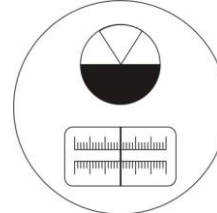

Fig.5
Entre o prisma incidente e o prisma de refração existe um espaço homogêneo e preciso, no qual é colocado o líquido testado. Quando um feixe de luz (luz do dia ou incandescente) entra no prisma incidente e passa pelo prisma de refração, um feixe de luz cujos ângulos fracionados são maiores que o ângulo crítico é produzido. Então o feixe refletirá no espelho reclinável e pelo grupo de prismas de dispersão, o qual consiste de um par de prismas Amici de igual dispersão, que tem a função de obter a dispersão variável para compensar o resultado da dispersão do prisma de refração em relação à diferença na substância sob teste. Com a objetiva telescópica, a linha clara / escura pode ser vista na superfície de medição, onde as linhas são divididas e podem ser observadas com o auxílio da ocular como mostra a fig. 5. A escala (11) é iluminada pela luz do dia através do condensador (12), que conecta a escala e o espelho reclinável. Então, a luz gira simultaneamente em volta do centro de graduação e os valores do índice de refração de diferentes posições serão vistos na superfície de medição, com o auxílio do espelho, da objetiva de leitura e do prisma paralelo (como mostra a fig. 5).